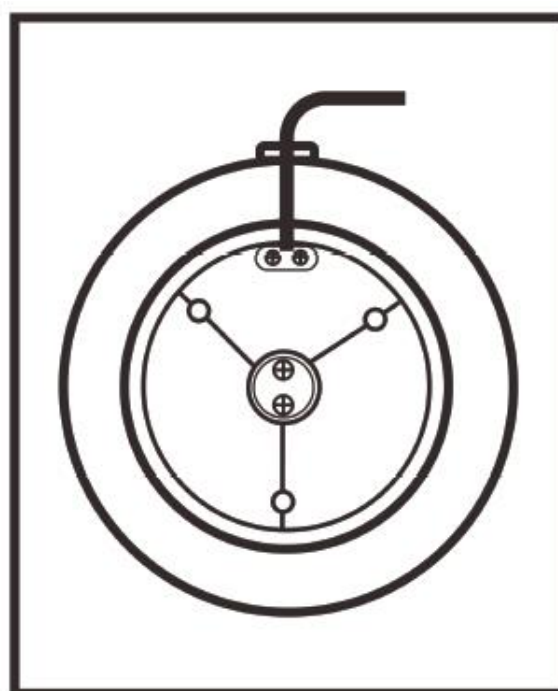

Abb. 2
- Stellen Sie den Teil des Ständers (9), der keine Steckverbindungen hat auf die glatte Seite des Motors (2). Stellen Sie sicher, dass das Netzkabel (8) nicht eingeklemmt wird (siehe. Abb. 2).